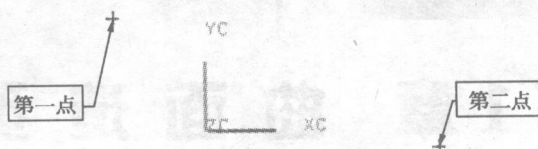
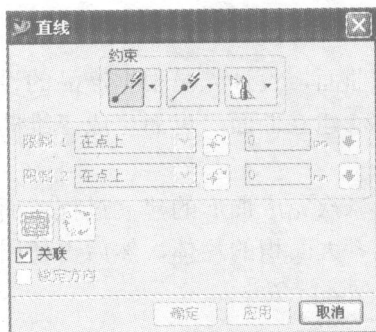
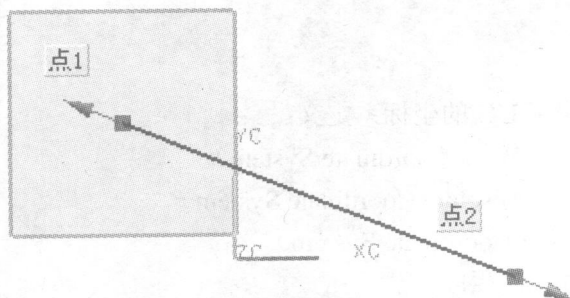
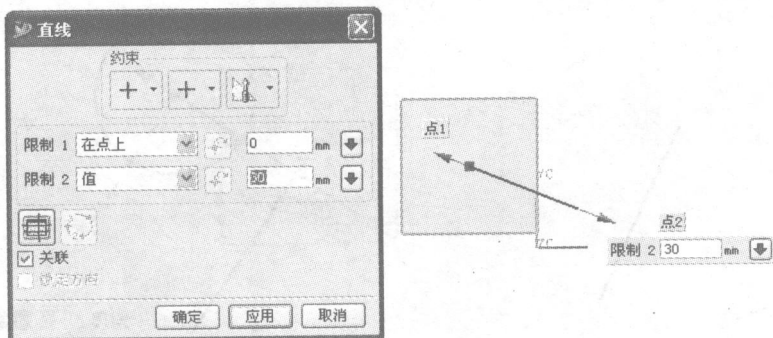

图 1-1 打开文件示意图
图 1-2 直线对话框
图 1-3 生成直线示意图
图 1-4 修改直线长度示意图
(1) 点-点
- 打开随书光盘 “01/dian1.prt” 文件, 如图 1-1 所示。
- 选择菜单栏【插入】→【曲线】→【直线】或者单击图标, 系统弹出如图 1-2 所示对话框, 单击【约束】下拉列表中的【起始位置=点】按钮, 选择图 1-1 所示的【第一点】。
- 单击【约束】下拉列表中的【结束位置=点】按钮, 选择图 1-1 所示的【第二点】, 单击【确定】按钮, 完成直线生成操作, 如图 1-3 所示。
- 拖动图 1-3 所示直线的端点, 在图 1-2 所示的对话框, 将【限制 2】的值改为 30, 这时直线长度为 30, 如图 1-4 所示, 单击【确定】按钮, 完成操作。